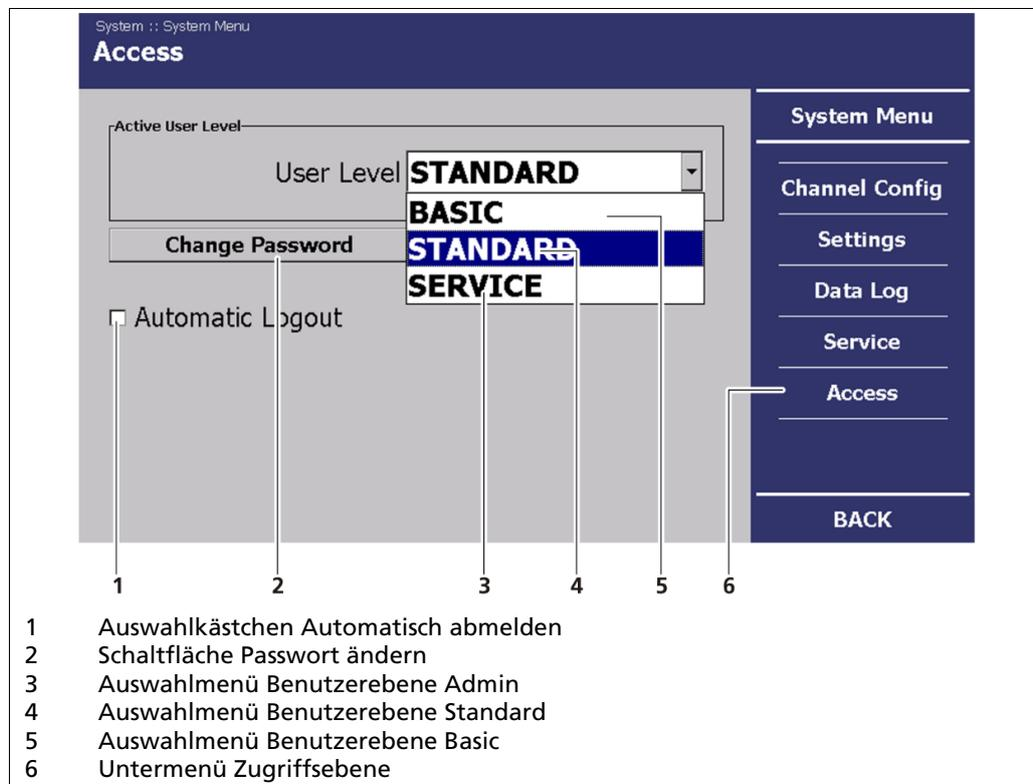

Abb. 47 Systemmenü, Zugriffsebene
(Abb. 47, Pos. 5).
3. Klicken Sie auf **<Passwort ändern>** (Abb. 47, Pos. 2).